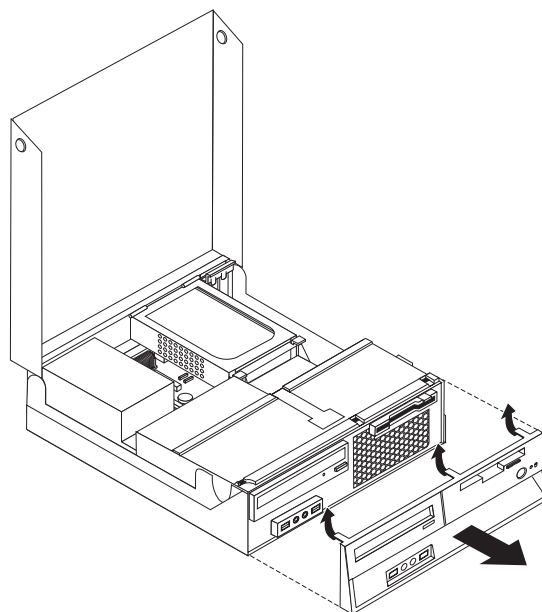

図 12. 前面ベゼルの取り外し
2. 3 つのタブを外し、前面ベゼルを図のように外側に引いて、完全に取り外します。図 12を参照してください。